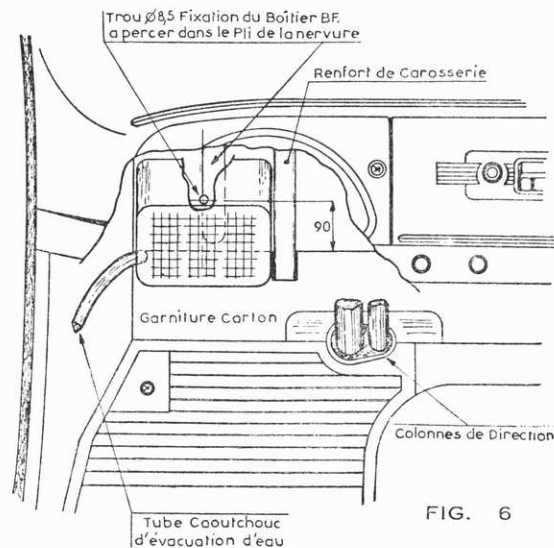

FIG. 6
Le boîtier B.F. se monte sur le tablier à gauche de la direction comme indiqué sur la fig. 6.
a) BOBINE : Placer le plus près de celle-ci sur une masse **parfaitement propre**, un condensateur de 50 M.F. dont le fil noir sera pris avec la fixation et le fil rouge branché sur la borne primaire, côté contact d'allumage fig. 6.